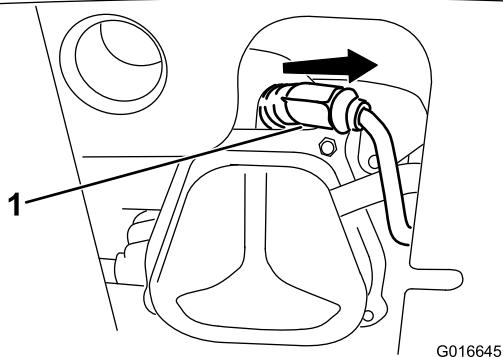

Bild 35
- ## 1. Entfernen Sie die Kappe (Bild 35).